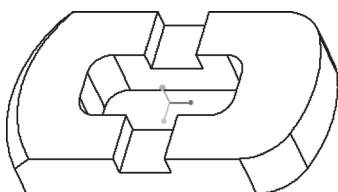

图 8-50 编辑圆角半径的效果
5) 在“编辑倒圆角”选项卡中单击 (完成) 按钮，效果如图 8-50 所示。